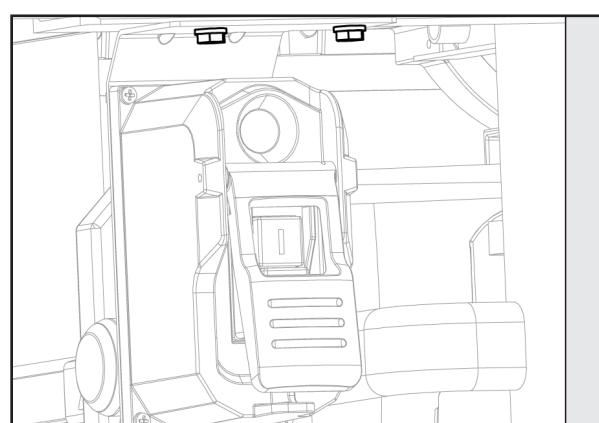

FIGURE 14
1. Attachez le rail de guidage du guide au rail avant en utilisant quatre (pour les versions 30") six (pour les versions 52") vis à tête bombée hex. 1/4-20 x 1/2 pouce et des rondelles à ressort 1/4 pouce (B) sur le côté inférieur du rail avant.
2. Alignez les deux trous du support du boîtier de commande d'alimentation avec les trous situés sous le rail avant, comme sur figure 14 (C), sur le côté gauche de la scie. Fixez le boîtier de commande d'alimentation au rail avant à l'aide de deux vis à tête hexagonale de 1 / 4-20 x 1/2 pouce avec rondelles élastiques.